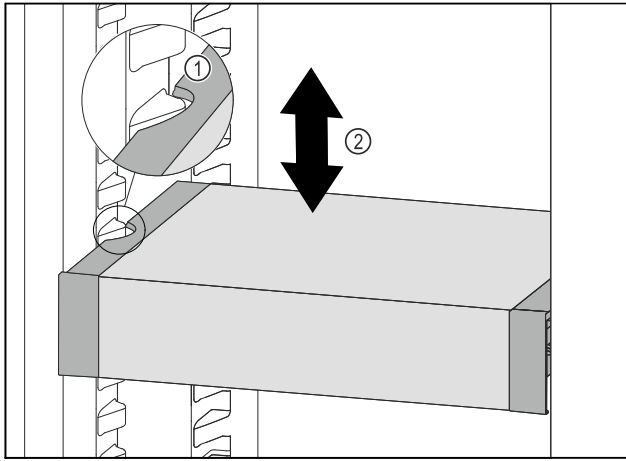

Fig. 97
- ▶ Tirer le VarioSafe vers l'avant jusqu'à ce que les encoches latérales du VarioSafe soient à la hauteur de la nervure du bac dans la partie réfrigérateur. Fig. 97 (1)
- ▶ Déplacer le VarioSafe vers le haut ou vers le bas dans la partie réfrigérateur jusqu'à ce que la hauteur souhaitée soit atteinte. Fig. 97 (2)